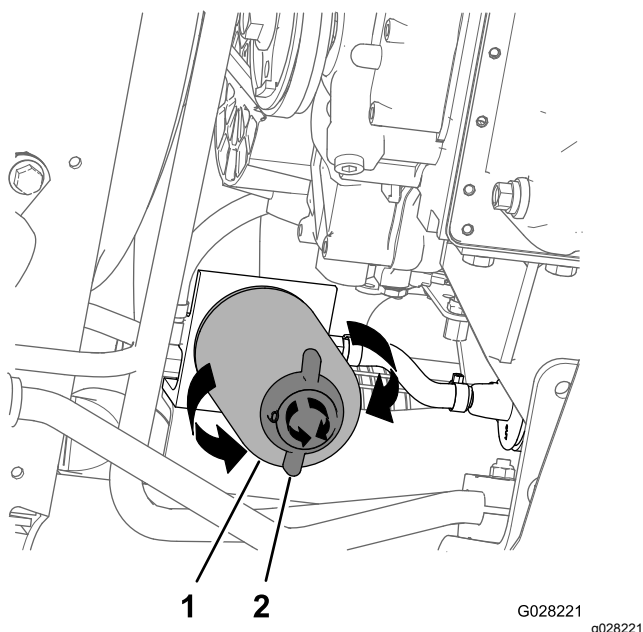

Рисунок 77
4. Поместите сливной поддон под топливный фильтр; см. Рисунок 77 в разделе Замена фильтра водоотделителя \(страница 69\).
2. Установите сливной поддон под фильтр водоотделителя (Рисунок 77).
3. Поверните сливной клапан в нижней части фильтра водоотделителя против часовой стрелки (Рисунок 77).
4. Очистите область вокруг фильтра водоотделителя и крепления переходника фильтра (Рисунок 77).
5. Снимите фильтр водоотделителя (Рисунок 77).
9. Убедитесь, что сливной клапан в нижней части фильтра водоотделителя завернут до упора по часовой стрелке (Рисунок 77).